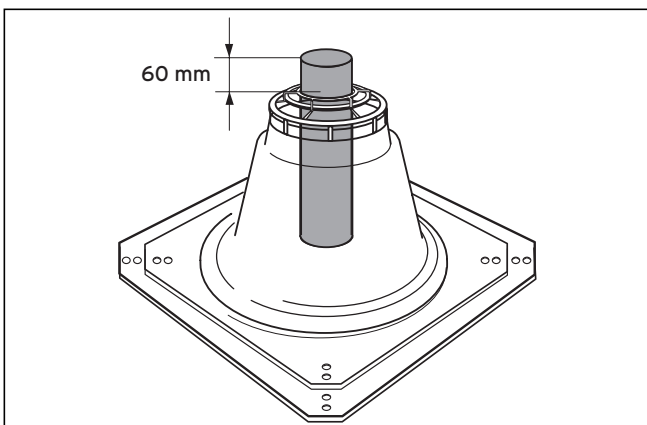

Bild 5.40 Det övre rökgasrörets längd
- Kontroll: Röret måste sticka ut 60 mm över skorstenshuvens fot (se bild 5.40).
- Tryck fast skorstenshuvens kåpa (1) på den övre änden på det stela rökgasröret.